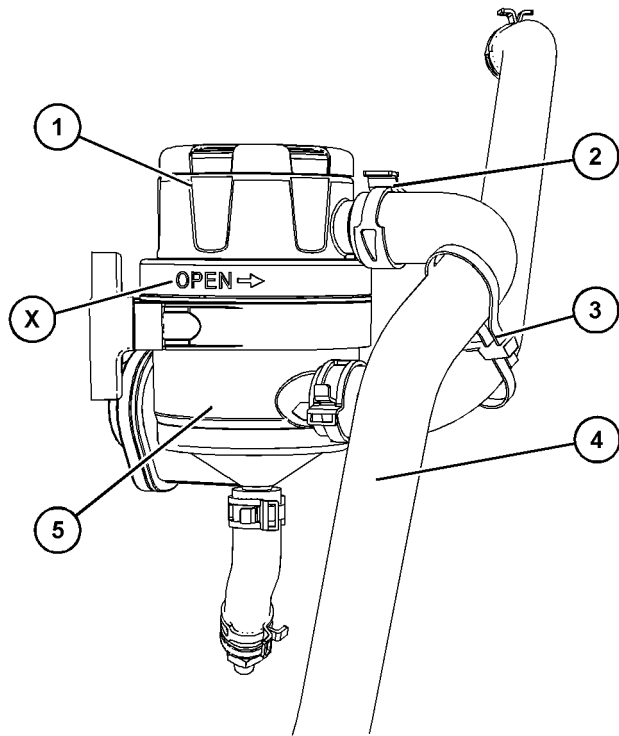

図 70
5. 図70の位置(X)に示すように、キャップ(1)を反時計回り方向に回します。メインボディ(5)からキャップ(1)を取り外します。